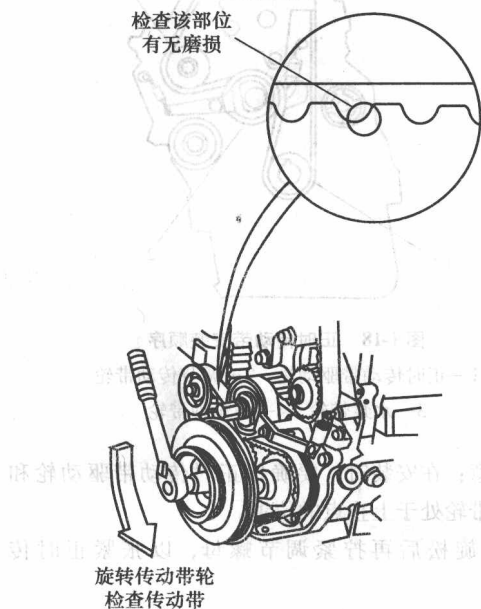

图 1-13 检查平衡轴传动带
⑥ 检查平衡轴传动带有无裂纹、损伤和油渍, 如图 1-13 所示。如果有裂纹或损伤, 则需更换; 如果有被机油或冷却液浸渍, 则需予以清除。